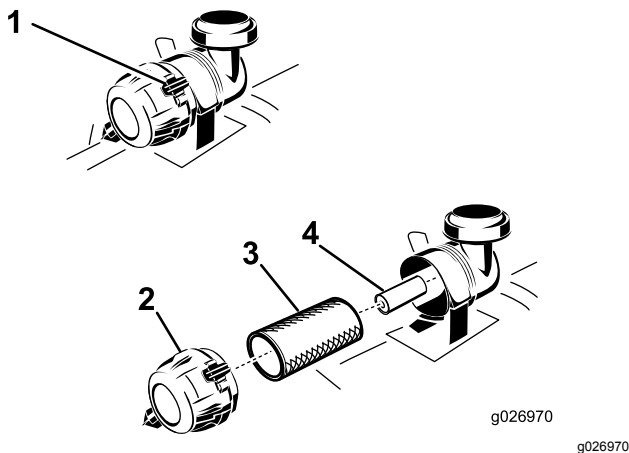

Bild 49
4. Lösen Sie die Halteklammern am Luftfilter und ziehen Sie die Luftfilterabdeckung vom Luftfiltergehäuse ab (Bild 49).
- Schieben Sie den Hauptfilter vorsichtig aus dem Luftfiltergehäuse heraus (Bild 49).
- Wenn Sie den inneren Filter auswechseln, schieben Sie ihn vorsichtig in das Filtergehäuse (Bild 49).
- Schieben Sie den Hauptfilter vorsichtig auf den Sicherheitsfilter (Bild 49).
- Setzen Sie die Luftfilterabdeckung auf (Entlüfterdeckel nach unten) und drehen sie so, dass die Halteklemmen in der Abdeckung einrasten (Bild 49).